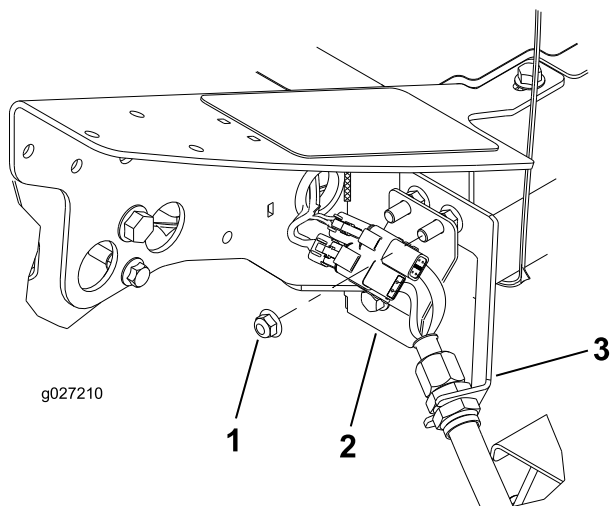

Figura 12
- Nell'angolo anteriore sinistro del telaio (posizione dell'apparato di taglio n. 4) togliete il dado a testa flangiata aggiuntivo sul bullone che fissa la staffa di supporto alla macchina (Figura 12).
3. Inserite la piastra del connettore sui bulloni di montaggio di supporto con i connettori posizionati come illustrato in Figura 12.